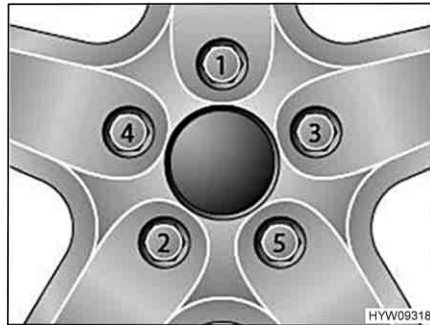

Fig. 187 Serraggio a croce di dadi delle ruote e bulloni delle ruote
- Serrare i dadi delle ruote o i bulloni delle ruote nell'ordine riportato in Fig. 187. A tale scopo, utilizzare una chiave dinamometrica e rispettare la coppia di serraggio indicata (vedi paragrafo 13.5.2).
- Controllare regolarmente il serraggio dei dadi o dei bulloni. Regolare il serraggio dei dadi delle ruote o dei bulloni delle ruote di una ruota sostituita dopo circa 50 km. A tale scopo, procedere seguendo l'ordine indicato in Fig. 187.
- Se si utilizzano cerchioni nuovi o riverniciati, regolare il serraggio dei bulloni o dei dadi dopo altri 1000 - 5000 km. A tale scopo, procedere seguendo l'ordine indicato in Fig. 187.
- ▷ Serrare a croce i dadi o i bulloni delle ruote (Fig. 187).